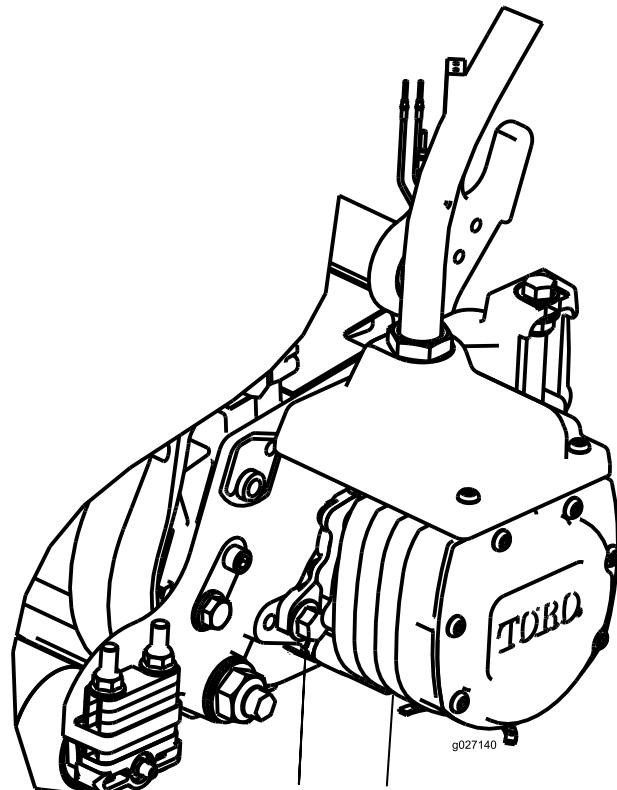

図 11
14. モータを手に持ち、右回りにひねってモータのフランジをボルトから逃がしながら、キヤップスクリュにモータをセットする(図 11)。モータを左回りにひねって、ボルトにフランジをしっかりと掛け、ボルトを締めてモータを固定する。